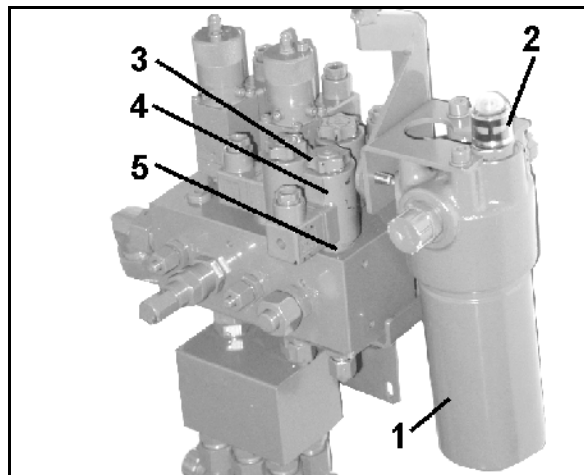

Fig. 84
Während des Betriebes (Ölumlau eingeschaltet) kann die Funktion des Hydraulikölfilters (Fig. 84/1) am Steuerblock kontrolliert werden.
Anzeige im Kontrollfenster (Fig. 84/2):
1. Magnetkappe (Fig. 84/3) abschrauben
2. Magnetspule (Fig. 84/4) abnehmen
3. Ventilstange (Fig. 84/5) mit Ventilsitzen herausdrehen und mit Druckluft oder Hydrauliköl säubern.